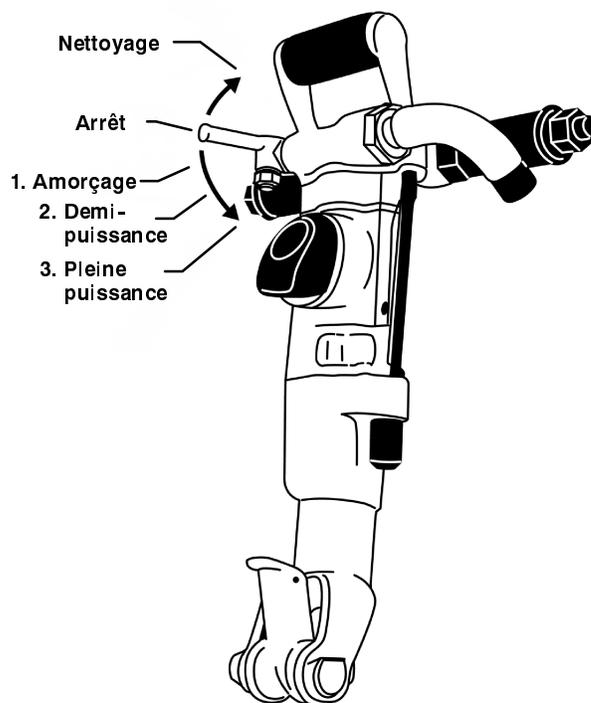

Figure 1.
- Le marteau-perforateur est contrôlé en déplaçant le levier comme indiqué sur la figure 1.